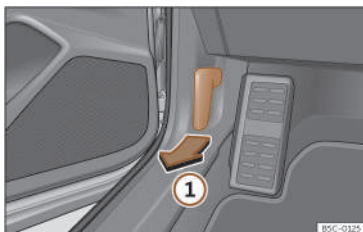

Fig. 173 Leva di sblocco nel vano piedi del lato conducente.
- Aprire la porta e tirare la leva posta al di sotto del cruscotto >>> **fig. 173 ①**.